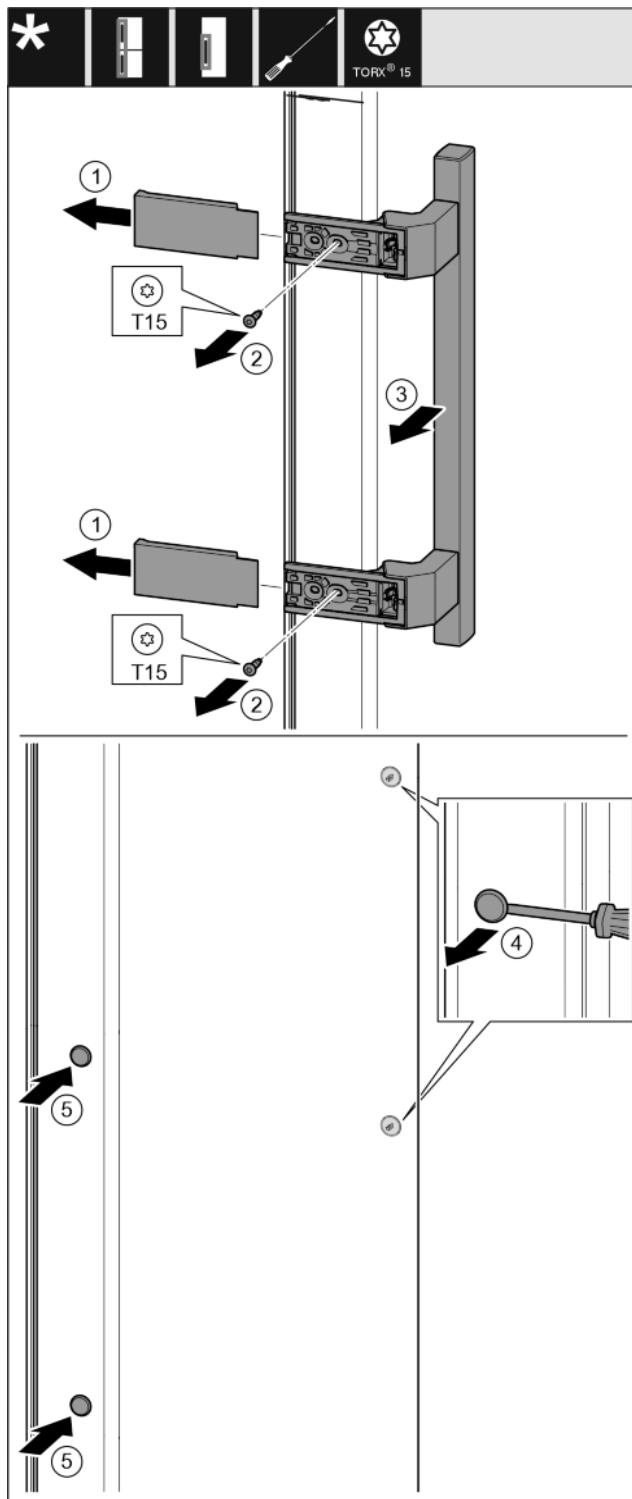

Fig. 30
- ▶ Stiahnite kryt. Fig. 30 (1)
- ▶ Skrutkovačom T15 vyskrutkujte skrutky. Fig. 30 (2)
- ▶ Odoberte držadlo. Fig. 30 (3)
- ▶ Plochým skrutkovačom opatrne nadvihnite a vyberte bočnú zátku. Fig. 30 (4)
- ▶ Zátku opäť nasad'ite na druhú stranu. Fig. 30 (5)